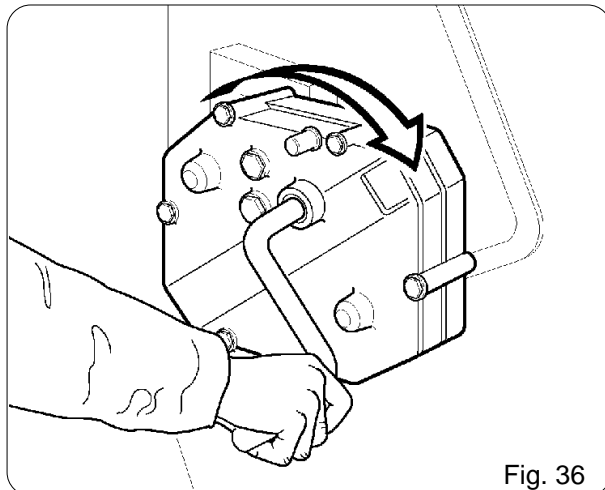

Fig. 36
- 4) Inserire la manovella (Fig. 36) nell'alberino del cambio e girare in senso orario.
- 4) Insert the crank (Fig. 36) on the speed change gear shaft and rotate clockwise.
- 4) Die Kurbel (Abb. 36) in die Getriebespindel einsetzen und im Uhrzeigersinn drehen.
- 4) Insérer la manivelle (Fig. 36) dans l'arbre de la boîte de vitesse et tourner dans le sens des aiguilles d'une montre.
- 4) Insertar la manivela (Fig. 36) en el árbol del embrague y girar en el sentido dextrorso;